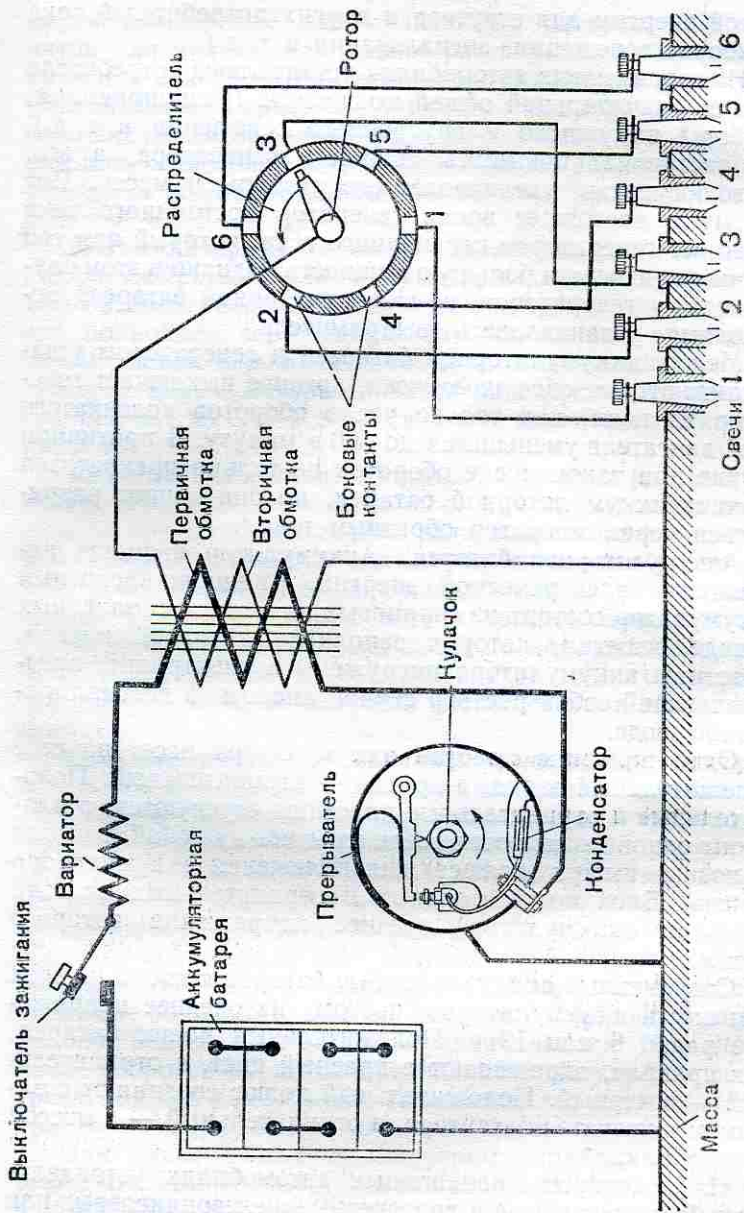

Рис. 23. Схема системы батарейного зажигания
На современных автомобилях наибольшее распространение получила система батарейного зажигания (рис. 23).
**Катушка зажигания.** Катушка зажигания (см. рис. 23) имеет сердечник, который состоит из изолированных одна от другой пластин. Пластины выштампованы из мягкой трансформаторной стали. На сердечник намотаны первичная обмотка (обмотка низкого напряжения), содержащая небольшое число витков толстой проволоки, и вторичная обмотка (обмотка высокого напряжения), которая состоит из большого числа витков тонкого провода. Сердечник и обмотки катушки расположены в эбонитовом корпусе.
Если прерывать ток первичной обмотки, то во вторичной обмотке катушки зажигания возникает ток высокого напряжения. Обмотка низкого напряжения связана с источником тока и массой, а обмотка высокого напряжения — со свечами зажигания и массой. Обычно обмотка низкого напряжения включается в цепь через *вариатор* (спираль из стальной проволоки; см. рис. 23). При больших числах оборотов коленчатого вала двигателя (большое число размыканий прерывателя) вариатор охлаждается, его сопротивление понижается, вследствие чего первичный ток и высокое напряжение катушки увеличиваются. При малом числе оборотов вариатор предохраняет катушку от перегрева, так как в результате увеличения его сопротивления при нагреве первичный ток уменьшается.